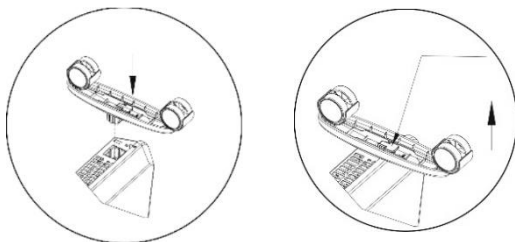

Fig. 1 Het installeren/verwijderen van het chassis
2. Bevestig het chassis aan de convector (**Fig. 1**).